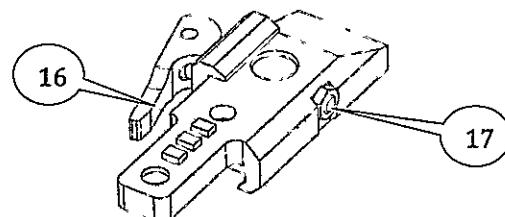

Рисунок 3 – Крепление
В случае необходимости, для подгонки зажимного устройства планки необходимо гайкой (17) (см. рис. 3), отрегулировать усилие затяжки рычага (16). Для этого нажмите на рычаг (16) в открытом положении до выхода гайки (17) из пазов и поверните гайку. Отпустите рычаг так, чтобы гайка вошла в пазы.